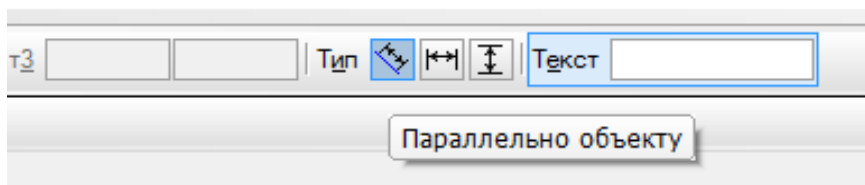

Рис. 18.4
- Укажите начало и конец отрезка, размеры которого вы проставляете. В случае необходимости установите на **Панели свойств** команды тип простановки размерной линии **Параллельно объекту**, рис. 18.4.